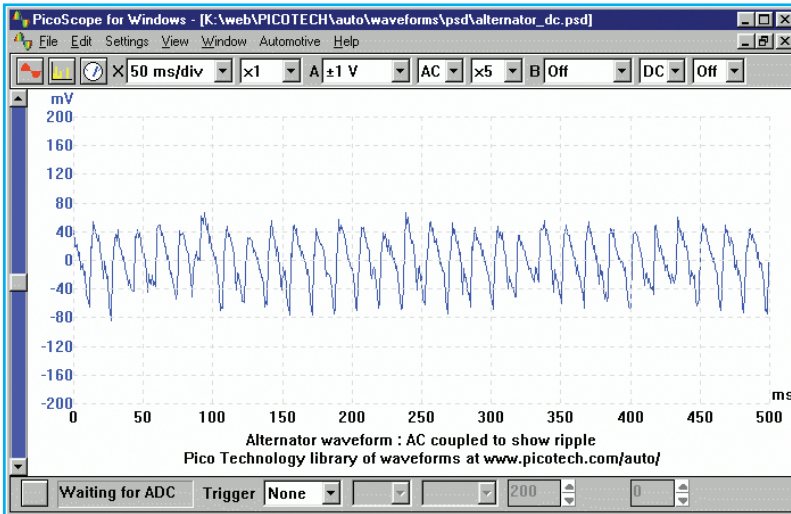

Figura 7 - Señal presente en el alternador.
* **Señal de la componente alterna rectificada en el alternador:** Aunque es una señal continua "rectificada", se observa que mantiene una componente alterna, la cual se ve diferente según el distinto ajuste del osciloscopio. En la figura 7 podemos ver esta señal "ampliada" (sin la componente continua) gracias a los ajustes del osciloscopio.